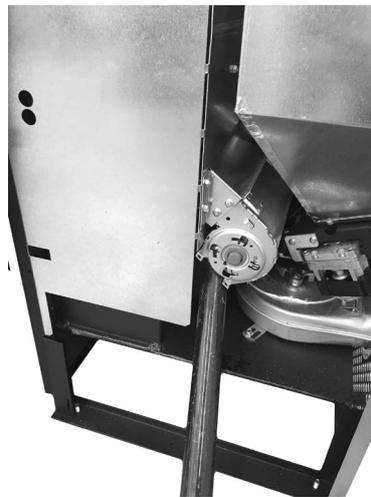

Fig. 34 - Nettoyage de le ventilateur ambiant
- Nettoyer à l'aide d'un goupillon et aspirer les cendres qui se sont accumulées à l'intérieur (cf. **Fig. 33** et **Fig. 34**).